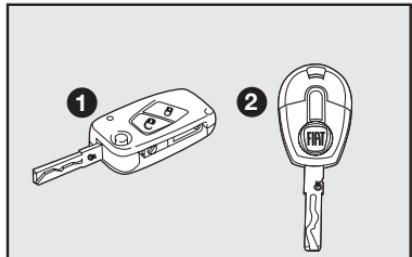

fig. 1
- Dos llaves **1-fig. 1 ó 2-fig. 1**.
La llave **fig. 1** es usada para:
- Apertura/cierre de las puertas por medio de mando a distancia (llave **1-fig. 1**).
Para la llave de arranque **2-fig. 1** está prevista la predisposición para instalación de telecomando a distancia.